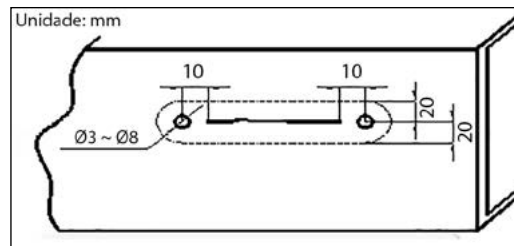

Figura 3-1-3
2. Remova a carga, mantendo o chassi sem deformação no sentido da propagação da rachadura a uma distância de 10 mm do início e do fim da rachadura. Faça um furo usando uma broca de 3 – 8 mm, criando um furo de limitação para impedir a propagação da trinca, como mostrado na Figura 3-1-3.